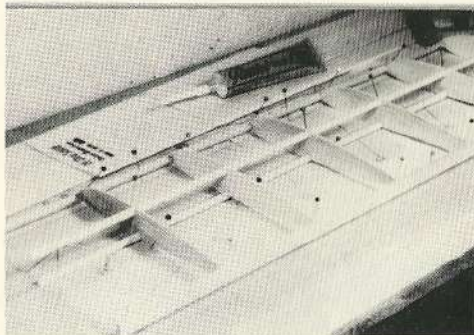
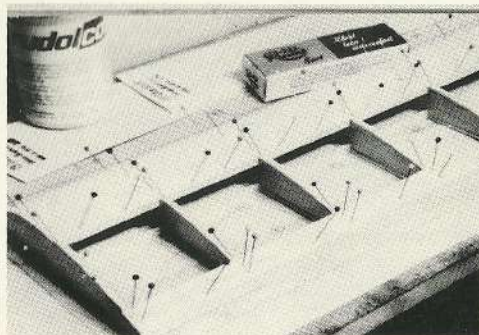

Abb. 4
Abb. 5
werden stumpf mit Steckradeln angeheftet und mit Rudolhart vermafft (siehe Abbildung 4). Dann ist die Hauptholmverkastung (59) nach Plan auf Länge zu schneiden und einzupassen. Nach Austrocknung der Leimstellen kann die soweit fertiggestellte Flächenhälfte vom Baubrett vorsichtig abgenommen werden. Der Aufbau der zweiten Flächenhälfte geschieht in der gleichen Reihenfolge. Jedoch ist auf links und rechts zu achten! Wir dreher zu diesem Zweck den Bauplan um und tränken ihn mittels eines weichen Lappens mit Öl. Die Konturen des Bauplans werden dadurch auf der Rückseite sichtbar. Nachdem auch die zweite Flächenhälfte fertig ist, leimen wir sie mit den Knickverstärkern (48 und 49) zusammen. Um einen Verzug zu vermeiden, ist es ratsam, die eine Flächenhälfte analog zu der obigen Baubeschreibung nochmals mit der Hilfsleiste auf dem Baubrett zu befestigen, und die andere Flächenhälfte durch Unterlegen abzusichern. Ferner leimen wir die Mittelrippen (50) ein. Für die nun folgende Beplankung (51, 52 und 53) nehmen wir die angeheftete Flächenhälfte nicht ab, weil dadurch ebenfalls ein Verzug vermieden wird (siehe Abbildung 5). Nachdem die eine Seite fertig beplankt ist, verfahren wir in der gleichen Weise mit der anderen Flächenhälfte. Diese ist, wie bereits beschrieben, vor Beginn der Beplankung mit Stecknadeln auf dem Baubrett gegen Verzug zu sichern. Nach Beendigung der oberen Beplankung verfahren wir ebenso mit der Unterseite. Im Anschluß hieran kann das Mittelstück für die Endleiste (54) angeleimt werden, jedoch ist der Querruderhebel (55) sofort mit einzupassen. Zum Schluß kleben wir Rippenaufleimer (53a) und Randbögen (56) auf. Im Anschluß hieran wird die Fläche sauber verschliffen. Dabei ist besonders auf die genau mit der Beplankung abschließenden Rippenaufleimer zu achten. Bei der Bespannung der Fläche gilt hier in Bezug auf den Robbe-Solarfilm das gleiche, wie es bereits beim Höhenleitwerksbau beschrieben wurde. Die Montage der Fläps und Füllstücke (56 und 57) dürfte keinerlei Schwierigkeiten bereiten, so daß sie nicht näher beschrieben zu werden braucht.